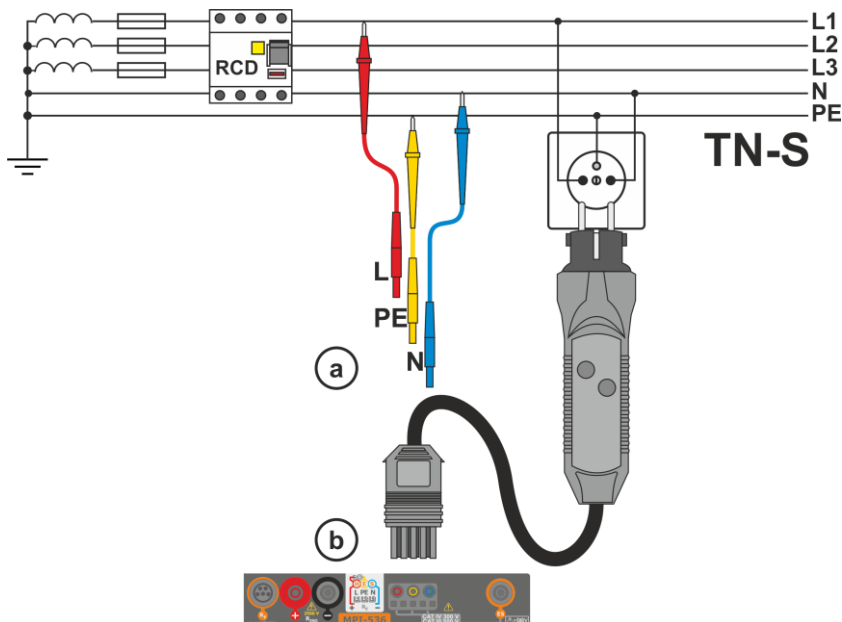
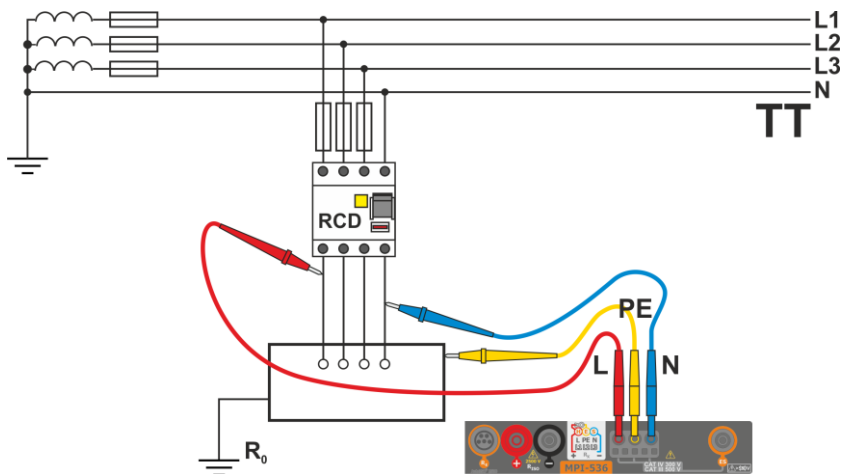
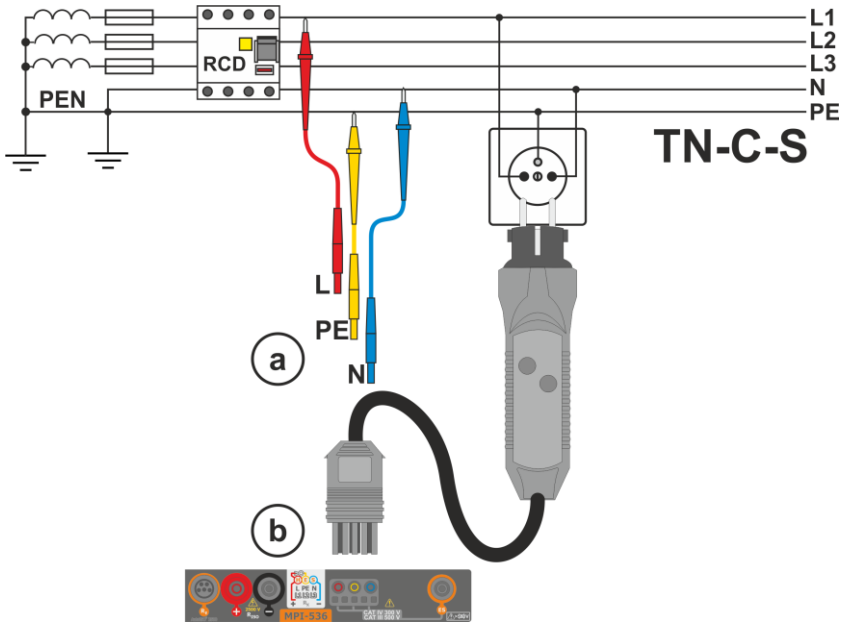

Fig. 3.3 Messung im TN-S Netz
Fig. 3.4 Messung im TT Netz
Fig. 3.5 Messung im TN-C-S Netz
- ① Schließen sie die Messleitungen gemäß der Abbildungen **Fig. 3.3** , **Fig. 3.4** und **Fig. 3.5** an